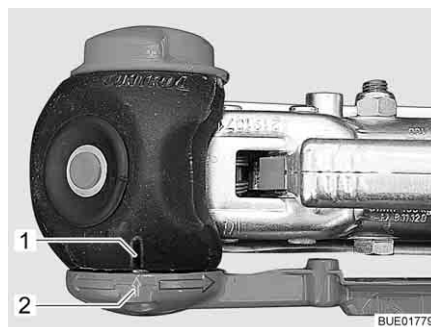

Fig. 4 Contrôle "AKS terminé"
- Pousser le levier de stabilisation vers le bas jusqu'à ce que le repère se trouvant sur le levier de stabilisation (Fig. 4,2) corresponde avec celui se trouvant sur le carter de stabilisation (Fig. 4,1).